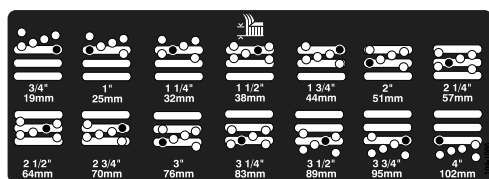

Figura 4
5. Mova a câmara para a altura de corte desejada e instale a cunha no orifício e ranhura da altura de corte designada (Figura 4).